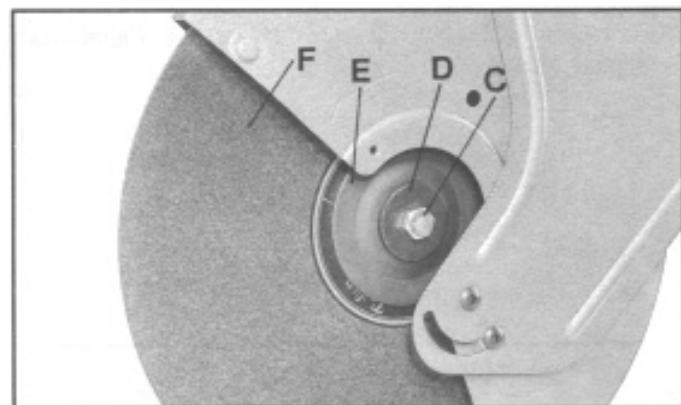

Fig. 23
4. Utiliser la clé fournie pour desserrer le boulon FIG.23 en tournant dans le sens horaire, enlever le boulon (C), la rondelle (D), la flasque extérieure (E) et le disque (F). **NE PAS ENLEVER LA FLASQUE ARRIERE DU DISQUE.**
6. Installer le nouveau disque, la flasque extérieure (E), la rondelle (D), et le boulon (C) que l'on serre en sens horaire inverse. **IMPORTANT : Le serrage du disque doit être suffisant pour empêcher celui-ci de glisser, mais pas trop pour laisser l'élasticité aux flasques arrière et extérieure du disque.**